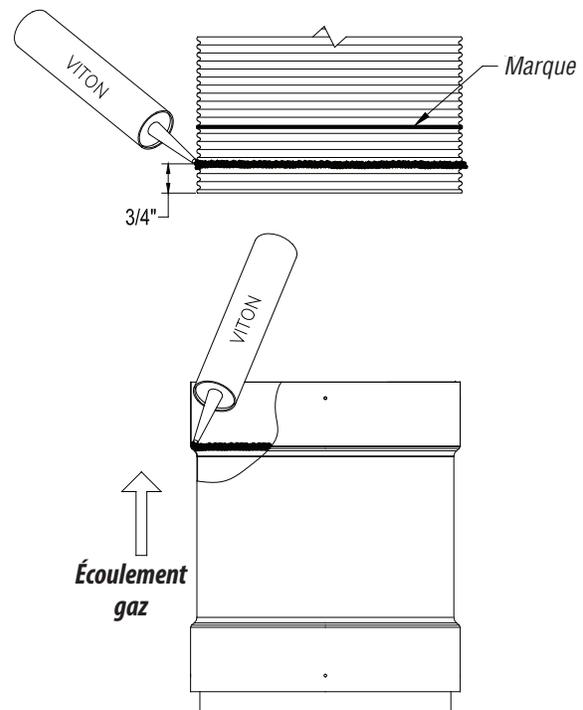

Figure 17 - cordon de scellant Viton®
2.1. Placer un cordon de scellant en Viton® (résistant aux condensats) à l'intérieur de l'adaptateur dans le creux de l'évasement. Ajouter ensuite un autre cordon Viton® sur l'extérieur de la longueur flexible à environ 3/4" du bord (Figure 17).